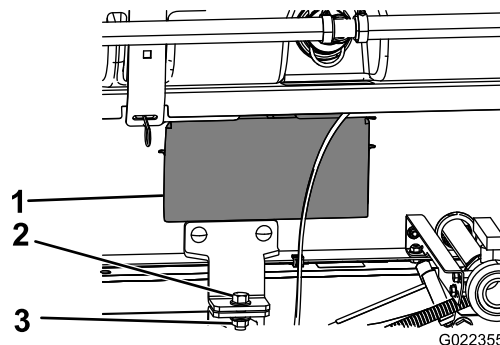

Figura 36
5. Rimuovete i pannelli di accesso su entrambi i lati del telaio del supporto (Figura 36).
- Fissate la staffa di fissaggio del gruppo del telaio di supporto del serbatoio alla staffa del pianale sul telaio su ciascun lato della macchina con un bullone ($\frac{1}{2}$ " x $1\frac{1}{2}$ ") e un dado di bloccaggio ($\frac{1}{2}$ "), come illustrato nella Figura 36.